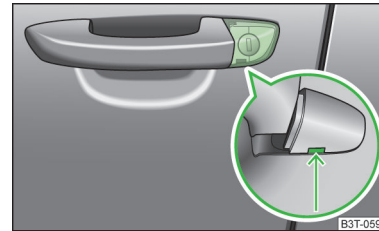

Abb. 189
- Den Fahrzeugschlüssel in die Aussparung an der Unterseite der Abdeckung im Pfeilbereich einschieben und diese nach oben klappen » Abb. 189.